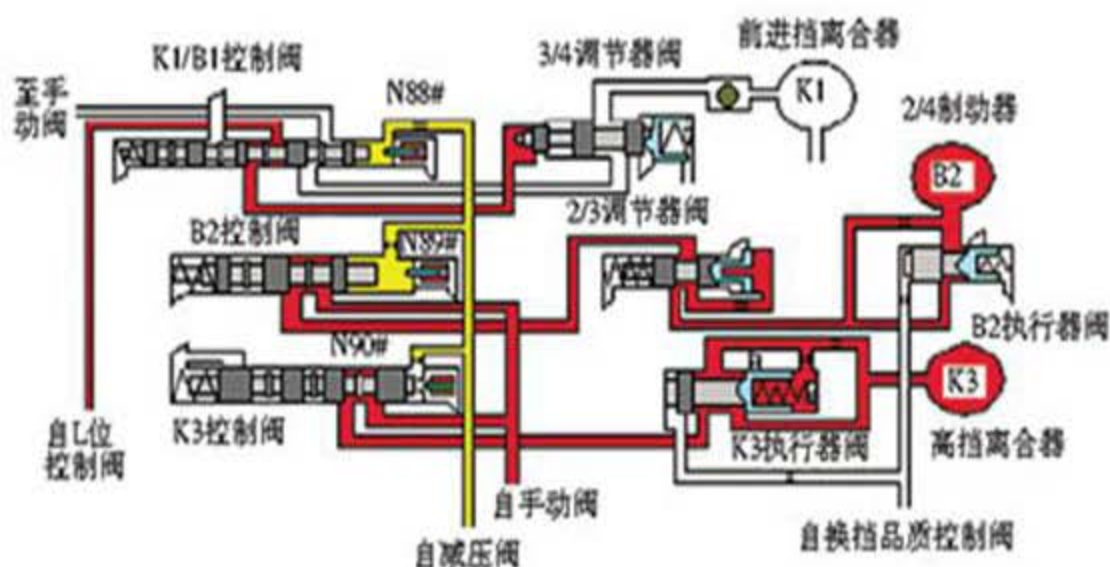

图2 3挡升4挡油路简图
- 4). 从 3 挡升 4 挡的油路图（图 2）可以看出，在电磁阀 N 8 8 正常的情况下，当变速器控制单元发出升 4 挡的指令时，电磁阀 N 8 8、N 8 9 以及 N 9 0 的状态会发生变化，从故障诊断仪的数据流中可以看到电磁阀从 3 挡工况的 0 0 0（断断断）状态变为 4 挡工况的 1 1 0（通通断）状态，即 N 8 8 和 N 8 9 从断电泄压变为通电保压，而 N 9 0 还继续维持断电泄压状态。